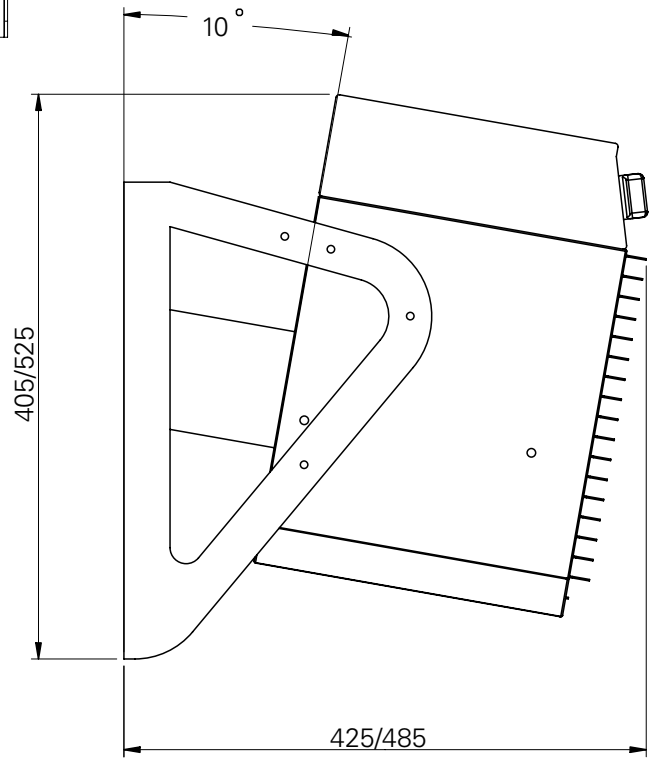

Fig. 3
2. Befestigen Sie die Bügel am Heizlüfter gem. Abb. 3 Seite 3 mit je 3 Schrauben auf jeder Seite.